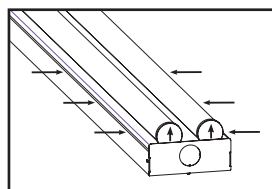

Fig. 1
2. Retirez le couvercle du canal du corps principal en appuyant sous les languettes de verrouillage et en soulevant le couvercle. Répétez pour tous les emplacements de languettes de verrouillage (Figure 1). Évitez de tirer sur les extrémités du couvercle du canal pour l'empêcher de plier.